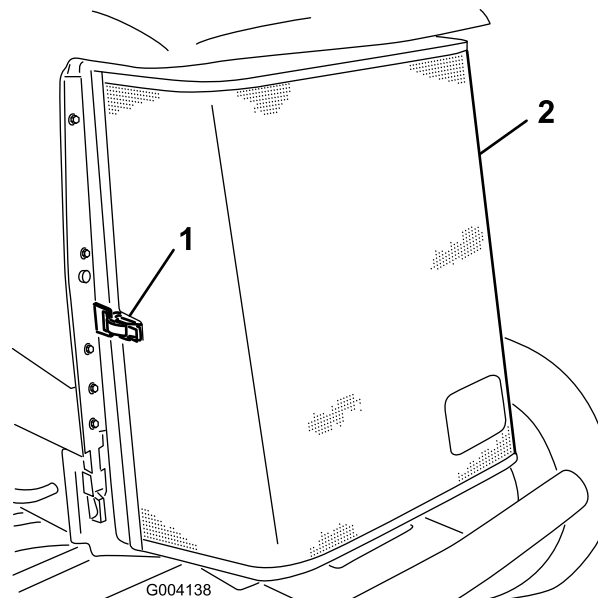

Figura 63
3. Sbloccate il morsetto e aprite la griglia posteriore (Figura 63).